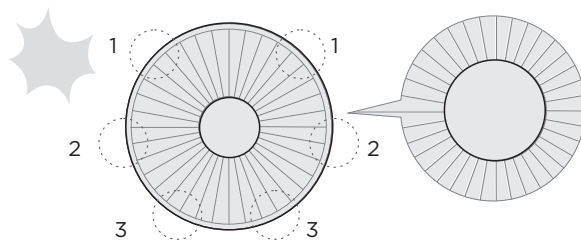

Рис.9
- 5** Насадите обод с передней решеткой на заднюю решетку за несколько точек до щелчков. (рис. 9)